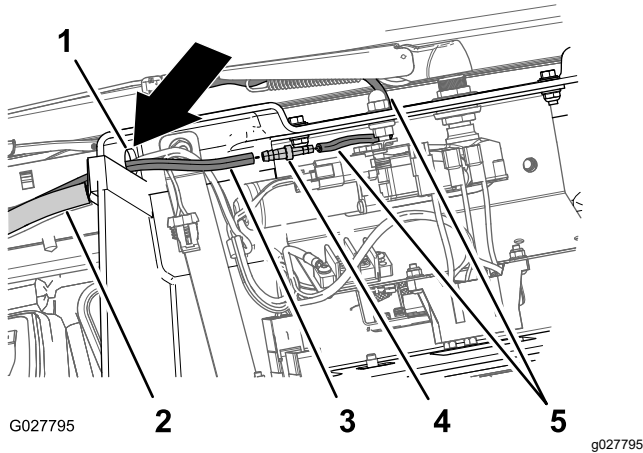

Figure 38
1. Sur la console de pavillon, faites passer 1 extrémité du flexible dans le trou dans la console de pavillon (Figure 38).
2. Insérez la petite extrémité du raccord cannelé de flexible au bout du flexible du bras d'essuie-glace jusqu'à ce que le raccord soit parfaitement engagé (Figure 38).
3. Insérez la grande extrémité du raccord cannelé au bout du flexible jusqu'à ce que le raccord soit parfaitement engagé (Figure 38).